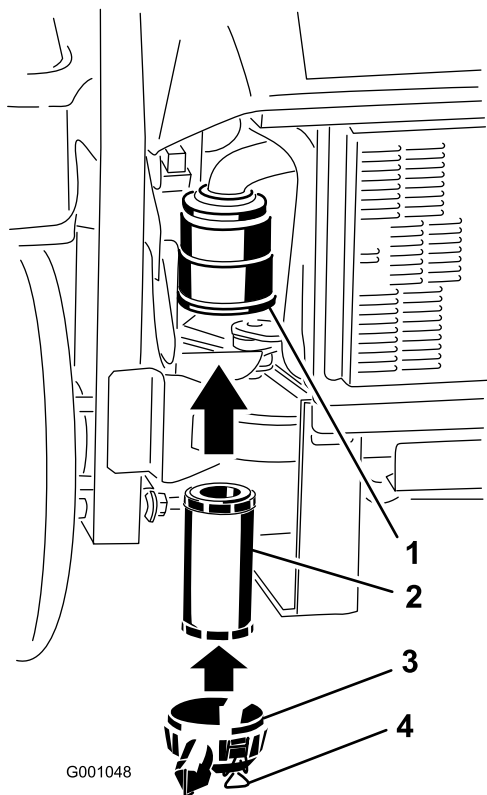

Bild 58
2. Schieben Sie den Filter vorsichtig in das Gehäuse (Bild 58).
3. Bringen Sie die Luftfilterabdeckung an und befestigen die Riegel (Bild 58).